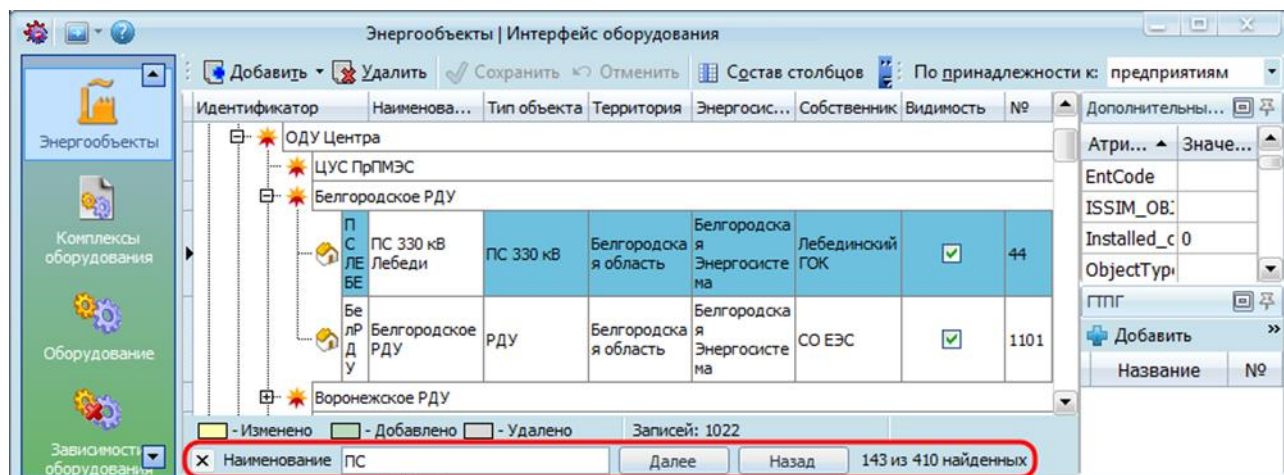

Рисунок 13.12 – Поиск энергообъектов по значению
- « **Поиск по значению**» – выбор данного пункта ведет к открытию в нижней части формы дополнительной панели поиска, с помощью которой можно искать требуемую запись из имеющегося списка энергообъектов (Рисунок 13.12).